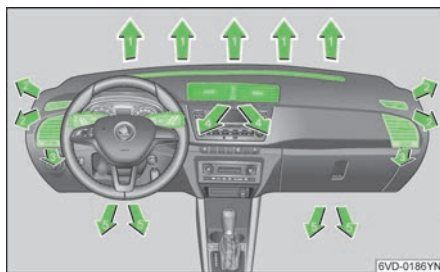

图 83
- ▶ 打开出风口 3，并调节出风口导流片使空气流向侧面玻璃，» 图 83，见第 47 页。
- ▶ 关闭出风口 4，» 图 83，见第 47 页。